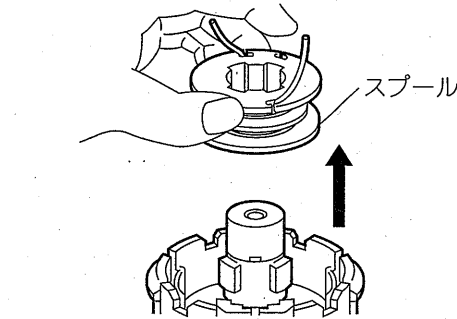

図3.ナイロンコードの巻き方
4. スプールの溝にコードを引っかけ、[WIND CORD RH→] の表示の方向へ緩みのないように仕切板の高さまで巻いてください。(図3)